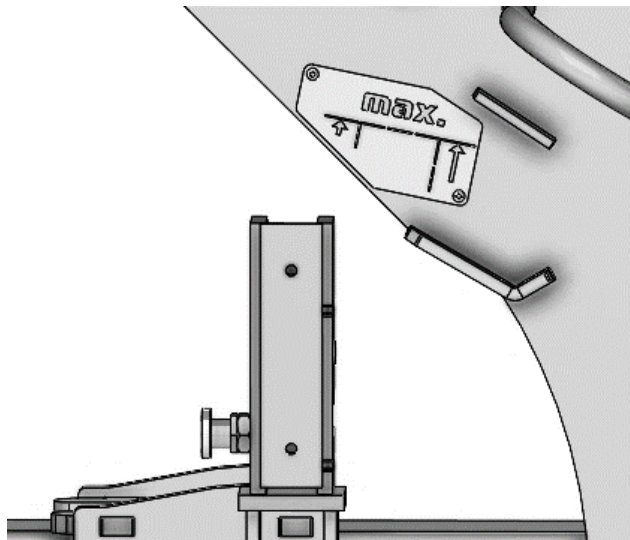

Bild 19
Beim Anhebevorgang des Gerätes mit Greifgut ist unbedingt zu beachten, dass sich der Tragarm (3) **nicht** über die **Maximalstellung** hinaus bewegt (siehe Bild 19), da sonst die Spannkraft zu gering wird und das Greifgut herausfallen könnte. **UNFALLGEFAHR!**